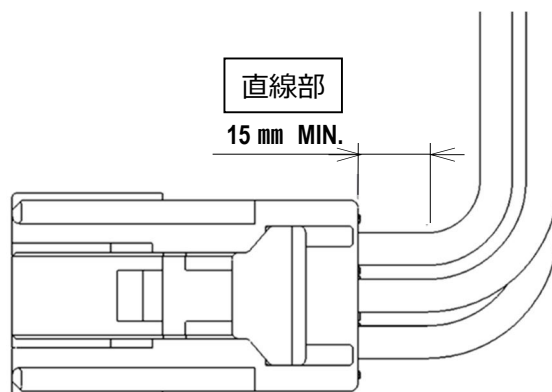

図 54. 電線引き出し方法
- ① 電線を横に引き出す場合は、ハウジングコアホールの中でメス端子が傾いたり、メス端子と側壁に過度な力が掛からない様に、図 54 に示すように直線部(最低 15mm)を設けて下さい。
- ② 直線部を設け、任意の R で電線を曲げて横方向に引き出してください。